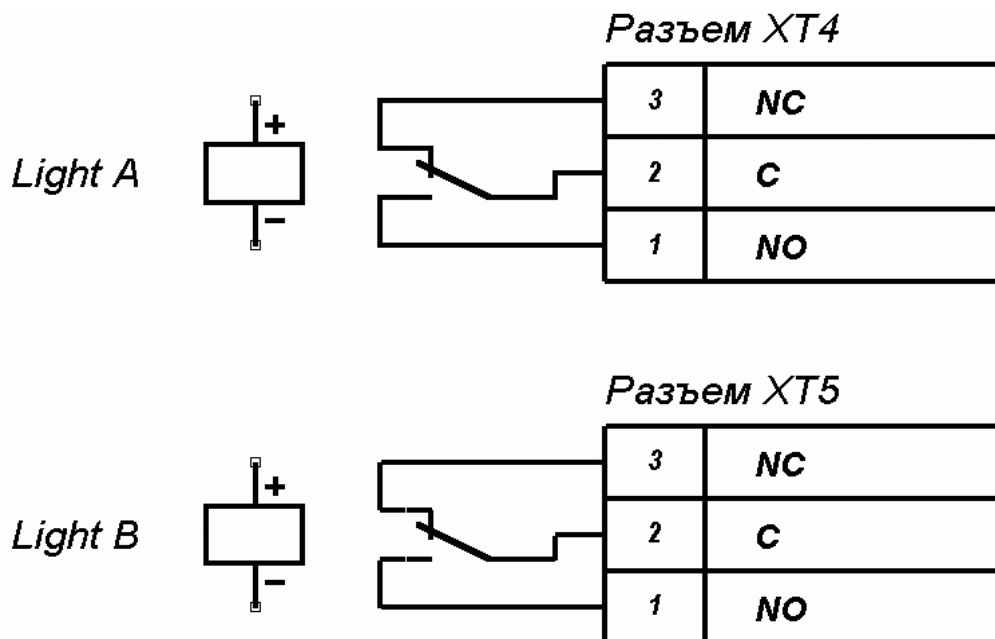

Рисунок 8 – Выходные каскады для Light A и Light B
5.9.4 Выносные индикаторы подключаются на клеммные колодки “ХТ4” (Light A) и “ХТ5” (Light B). При этом реле Light A (Light B) активизировано (на его обмотку подано напряжение), когда горит соответствующая данному направлению прохода зеленая стрелка на световом табло, и нормализовано (на его обмотку напряжение не подано), когда соответствующая данному направлению прохода зеленая стрелка на световом табло не горит. Факт срабатывания/отпускания реле Light A и Light B можно определить по загоранию/гашению красных индикаторов, которые установлены вблизи указанных реле (см. рис. 3). Выходные каскады для Light A и Light B — перекидные контакты реле (см. рис. 8) со следующими характеристиками сигналов: